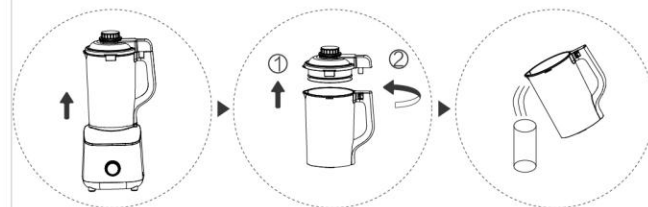

图13
7. 待食材加工完毕，将杯体从主机上取下，旋开杯盖然后倒出食物（操作步骤见图 13）。